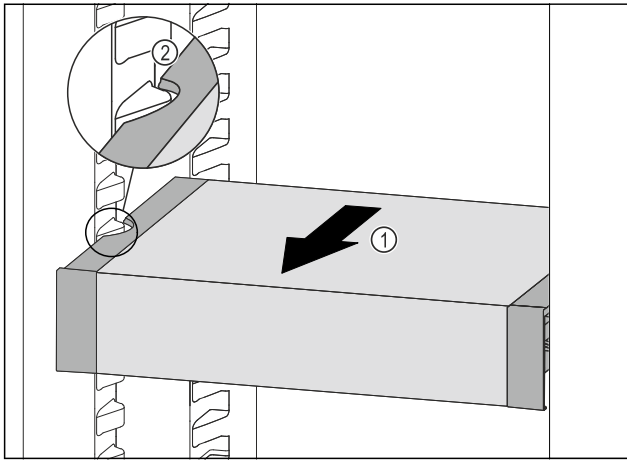

Fig. 65
- VarioSafe nach vorne ziehen Fig. 65 (1), bis sich die seitlichen Aussparungen des VarioSafes auf Höhe der Behälterrippe im Kühlteil befinden. Fig. 65 (2)